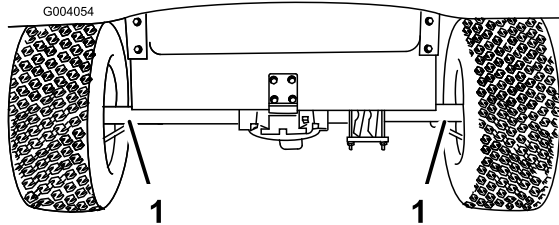
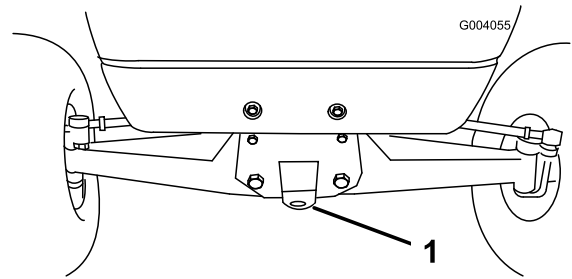

Bild 31
Bild 32
Benutzen Sie einen Anhänger, um das Fahrzeug über längere Strecken zu transportieren. Stellen Sie sicher, dass das Fahrzeug auf dem Anhänger befestigt ist. Beachten Sie für die Position der Vergurtungsstellen die Bilder Bild 31 und Bild 32.
2. Befestigen Sie ein Schleppkabel an der Lasche am vorderen Rahmen (Bild 32).